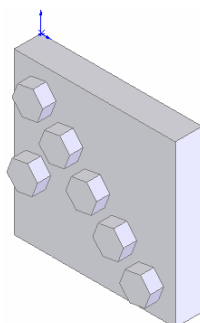

图 5-126 取消坐标系显示的图形
③ 取消显示视图中的坐标系。选择菜单栏中的“视图”→“坐标系”命令，取消视图中坐标系的显示。结果如图 5-126 所示。